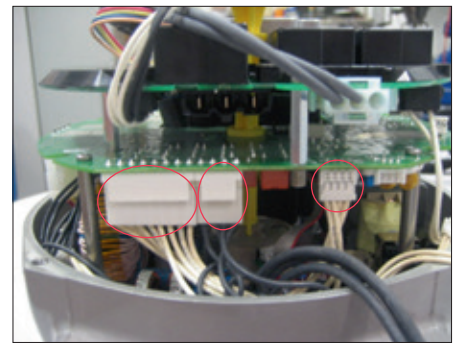

Abb. 44
- Schließen Sie das 8-polige Verbindungskabel, das schwarze 4-polige Verbindungskabel sowie das weiße 4-polige Verbindungskabel wieder an (Abbildung 44).